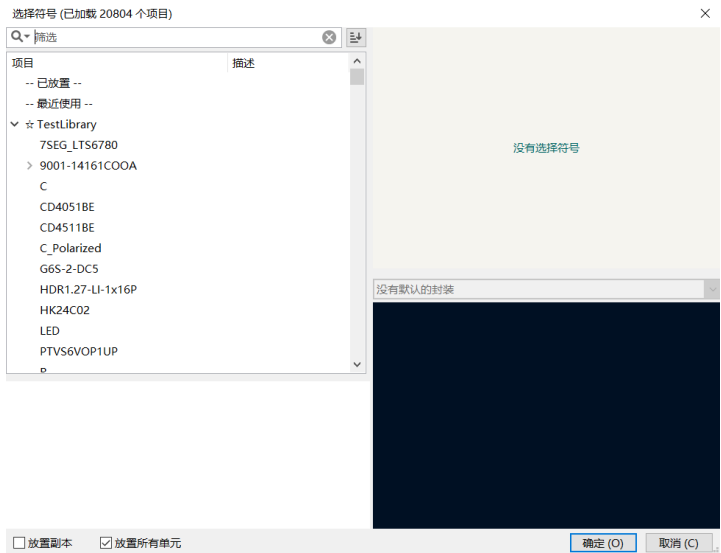

图 5-9 器件选择对话框
(1) 在原理图编辑界面执行菜单栏“放置 (P)”→“添加符号”命令，或直接使用快捷键“A”即可弹出器件选择界面，如图 5-9 所示。